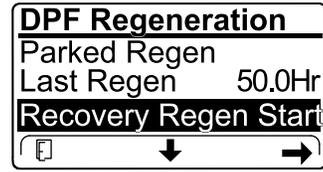

图27
2. 在 VERIFY FUEL LEVEL（验证燃油油位）屏幕上，如果准备执行驻车再生，应确认油箱有 $\frac{1}{4}$ 的燃油，或者如果准备执行恢复再生，应确认油箱有 $\frac{1}{2}$ 的燃油，然后按右侧按钮继续（图27）。